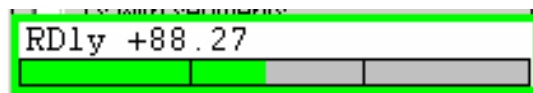

图 12-2 长度差值显示
11. 在 PCB Design 中查看，此网络已经被高亮。使用 Slide 命令调整线长，调整时注意观察弹出的窗口中长度的显示。请见图 12-2。